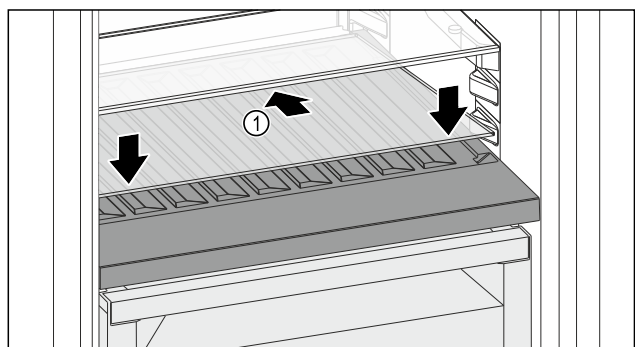

Fig. 187
- Glasplatte *Fig. 187 (1)* schräg und nach hinten unten geneigt ansetzen.
- Glasplatte *Fig. 187 (1)* vorne absenken.